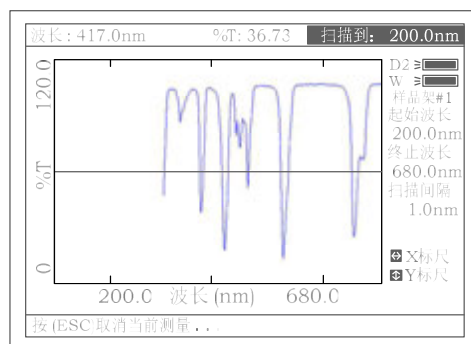
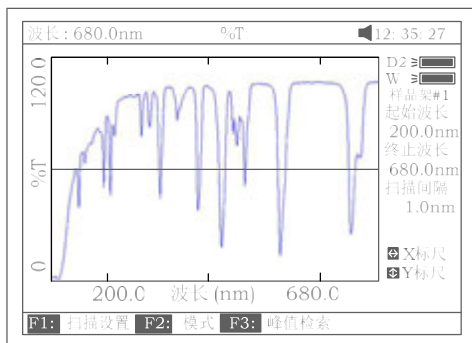

图 45
图 46
将待分析样品拉入光路后, 按【START】键进行样品扫描。扫描过程中按【ESC/STOP】键可以停止扫描(图 45).扫描结束蜂鸣器响三声。图 46 示。
- a. 如图 46 已完成某一样品的扫描图谱, 按【SAVE】键, 输入文件名后按【ENTER】确认即完成图谱存储。
- c. 图 46 中按【PRINT】键即可打印出扫描曲线, 图 52 所示.